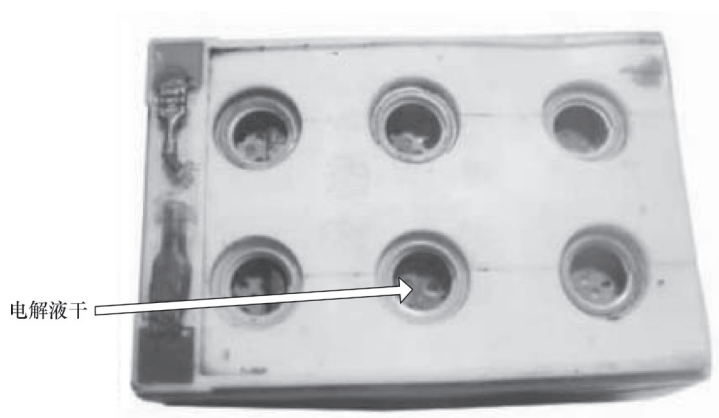

图 5-35 对蓄电池内电解液进行观察
2) 拆下蓄电池保护板,去掉安全阀盖,观察蓄电池内电解液,如图 5-35 所示。